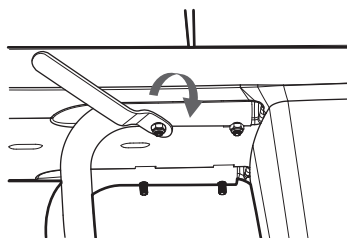

Fig.2
3. Sur chacune des 4 vis, mettez une rondelle plate puis un écrou autobloquant. Serrez légèrement à l'aide de la clé [13] fournie. (Fig. 2)